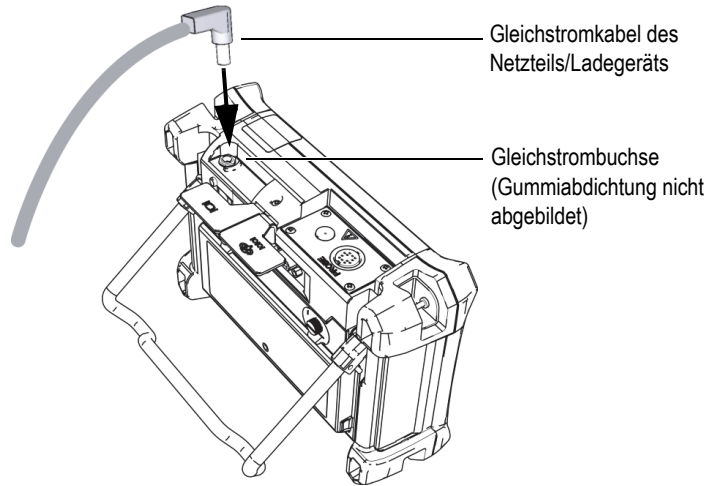

Abbildung 1-9 Anschluss des Gleichstromkabels
3. Stecken Sie das Gleichstromkabel des Netzteils/Ladegeräts in die Gleichstrombuchse oben am NORTEC 600 ein (siehe Abbildung 1-9 auf Seite 35).